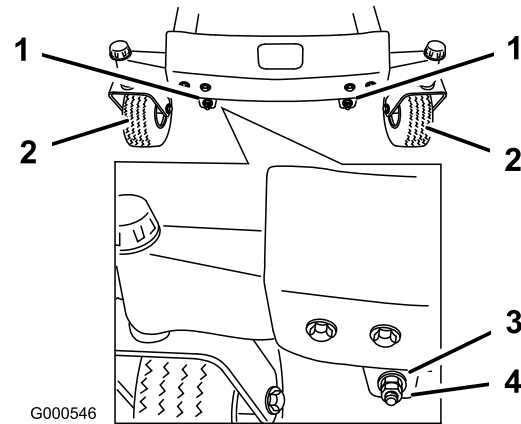
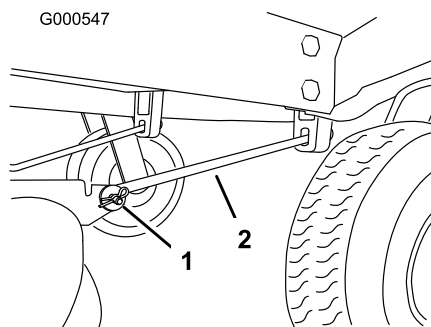

Figure 47
Figure 48
11. Pour régler l'inclinaison avant/arrière des lames, retirez les contre-écrous et tournez les écrous de réglage à l'avant du plateau de coupe (Figure 47).
13. Après avoir réglé uniformément les écrous, contrôlez de nouveau l'inclinaison avant/arrière. Poursuivez le réglage des écrous jusqu'à ce que la pointe avant de lame soit de 1,6 à 7,9 mm (1/16 à 5/16 pouce) plus bas que la pointe arrière (Figure 47).
Remarque: Après avoir réglé les écrous de réglage, vérifiez qu'aucune des tiges de support ne présente de jeu (Figure 48). Serrez l'une ou l'autre pour supprimer le jeu (Figure 47).
4. Retirez la goupille fendue et l'axe de chape de la tige de support avant de chaque côté du plateau de coupe (Figure 48).
7. Fixez les tiges de support avant à la machine à l'aide des axes de chape et des goupilles fendues (Figure 48).